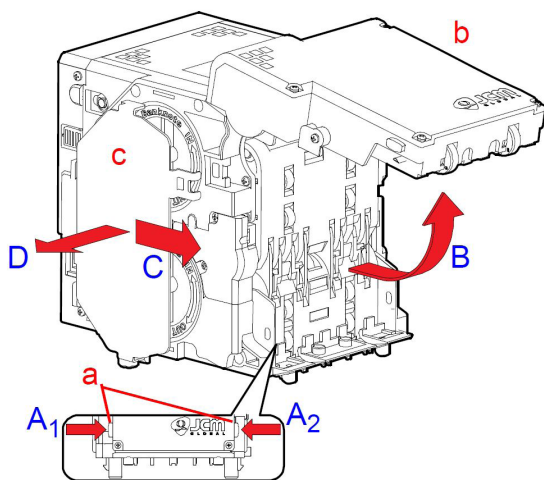

figura 1
1. Premere contemporaneamente i due pulsanti di apertura / chiusura poste su ciascun lato dell'unità (1 - 2), e sollevare la sezione superiore del validatore (Vedere Figura 1 a). Controllare se sono presenti delle banconote inceppate.
2. Rimuovere il coperchio guida inversione corso banconote premendo sui due pulsanti di rilascio del coperchio posti su ciascun lato del coperchio (Vedere Figura 1 b).
3. Girare la manopola di bloccaggio per aver accesso alla banconota inceppata (Vedere Figura 1 c).
1. Premere i pulsanti di apertura / chiusura dello sportello posteriore (figura 1 a) sul coperchio stesso (figura 1 b).
2. Aprire il coperchio posteriore del dispositivo verso l'alto come indicato dalla freccia B indicata nella figura 1.
3. Far scivolare il coperchio ingranaggi (figura 1 c) posto a sinistra dell'unità nella direzione indicata dalla freccia rossa C.
4. Togliere il coperchio ingranaggi dall'unità nella direzione indicata dalla freccia rossa D, indicata nella figura 1.